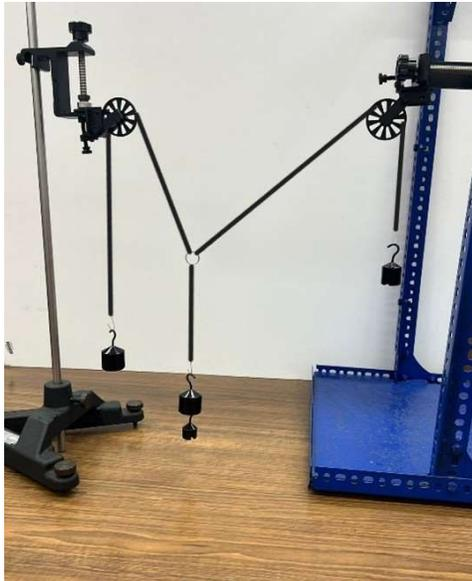

Figura 4. Arreglo de tres cuerdas. Una con un cilindro de 0.2 kg, otra con uno de 0.1 kg y la central con dos de 0.2 y 0.05 kg.
5.1 Ahora arme el arreglo mostrado en la figura 4, donde, en una de las cuerdas laterales se coloque un cilindro de 0.2 kg, en la cuerda central un cilindro de 0.2 kg junto con otro de 0.05 kg, de manera que sumen 0.25 kg y en el gancho de la otra cuerda lateral coloque un cilindro de 0.1 kg.